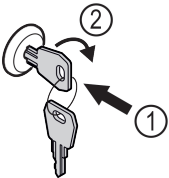

Fig. 110
- ▶ Shtyni çelësin brenda Fig. 110 (1).
- ▶ Rrotulloni çelësin me 90° në drejtimin orar Fig. 110 (2).